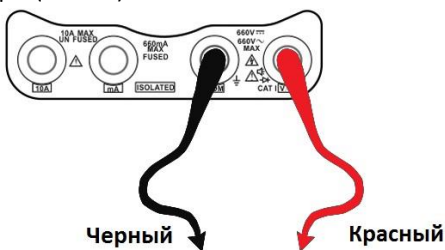

Рис.39
1. Подключить черный щуп к разъему “COM”, а красный щуп к разъему “V/Ω” CCTV-тестера (Рис.39).